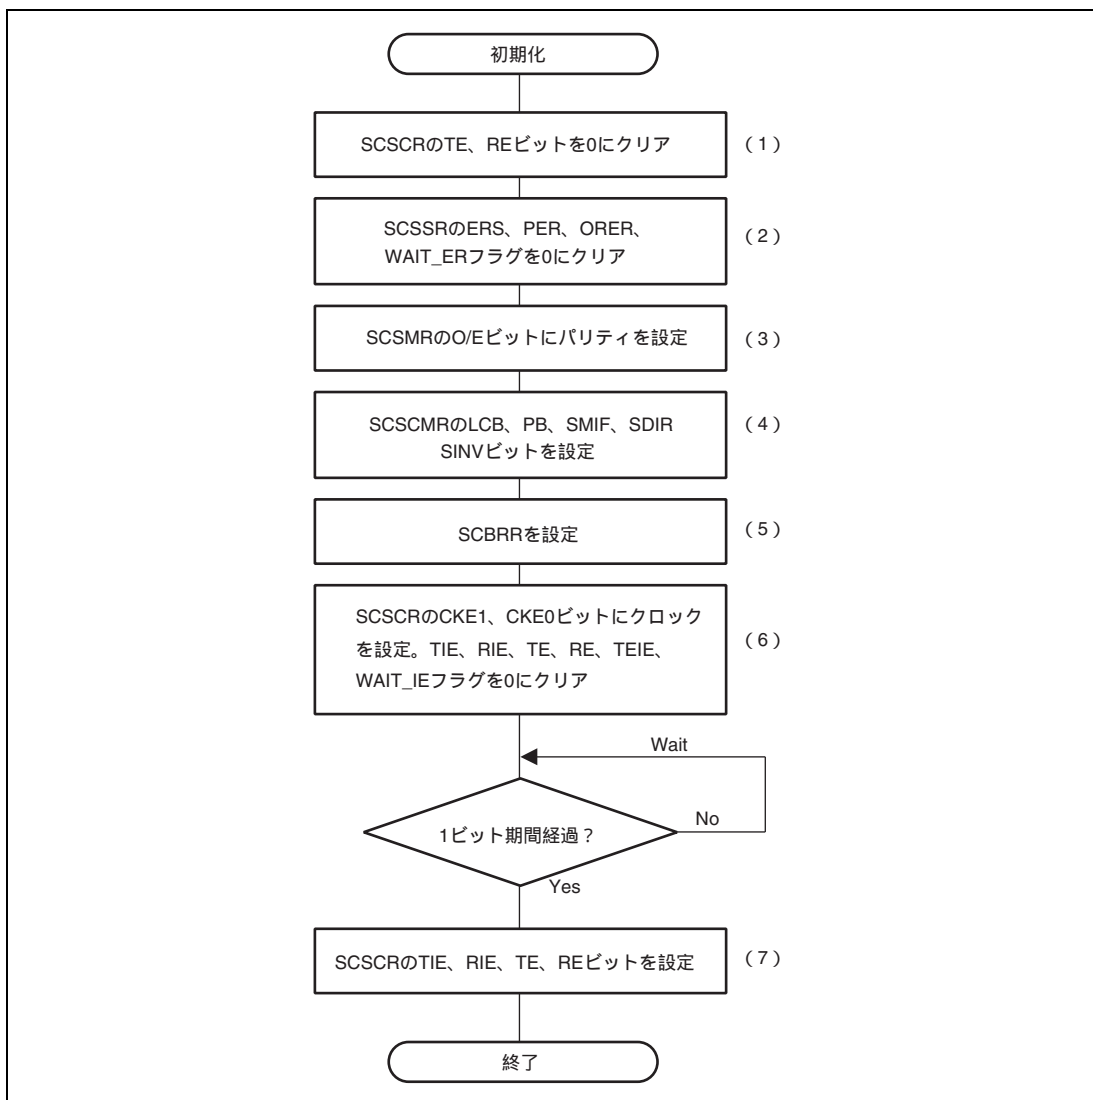

図 30.4 初期化のフロー例
(1) 初期化
データの送受信の前に、以下の手順でスマートカードインタフェースを初期化してください。送信モードから受信モードへの切り替え、受信モードから送信モードへの切り替えにおいても初期化が必要です。初期化のフロー例を図 30.4 に示します。図 30.4 の (1) ~ (7) は以下の操作に対応します。